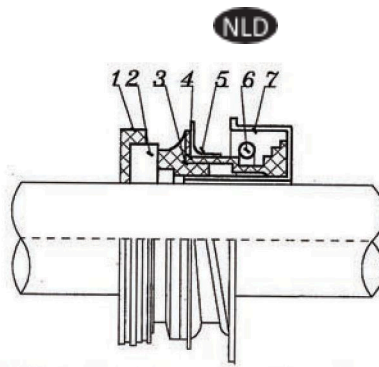

Abb. 2-3
4. Der Abstand zwischen Laufrad und Strömungsleitfläche muss größer als 1 mm sein, damit es nach dem Einbau einer Seilscheibe weiter verwendet werden kann. Siehe Abb. 2-3